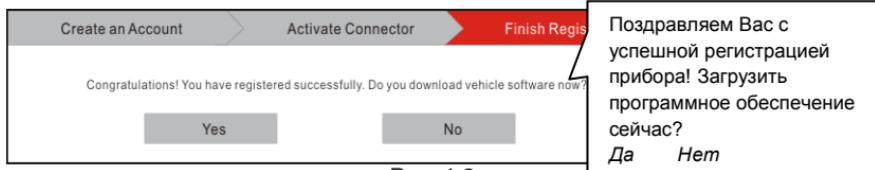

Рис. 4-6
**С.Загрузка диагностической программы:** нажмите кнопку «Activate» (активировать), отображается диалоговое окно, как показано на рис. 4-6: